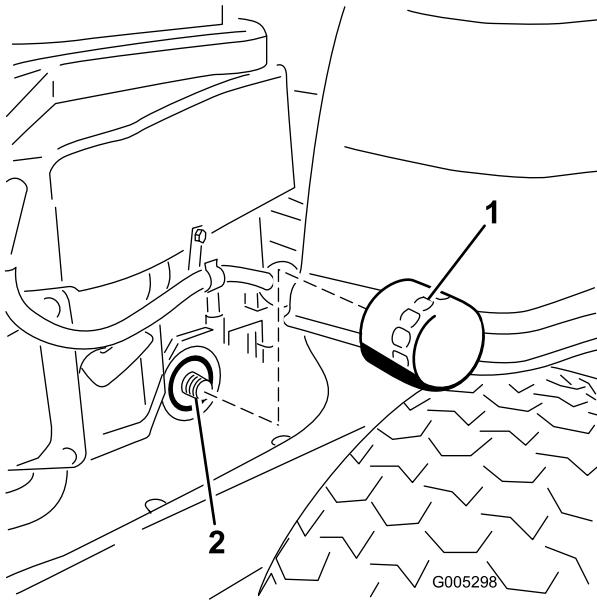

Figura 31
- Localice el filtro de aceite situado en el lado derecho del motor. Retire el filtro usado y límpie con un paño limpio el adaptador del filtro (Figura 31).
- Instale el filtro de aceite nuevo en el adaptador. Gire el filtro de aceite en el sentido de las agujas del reloj hasta que la junta de goma entre en contacto con el adaptador, luego apriete el filtro de  $3/4$  a una vuelta más (Figura 31). Limpie cualquier exceso de aceite del bastidor.